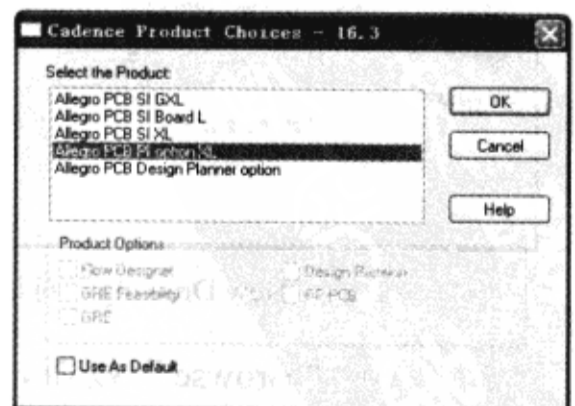

图 7-12-1 “Cadence Product Choices-16.3”对话框
(1) 从“开始”→“所有程序”→“Cadence”→“Release 16.3”菜单中选择“PCB SI”，弹出“Cadence Product Choices-16.3”对话框，如图 7-12-1 所示。